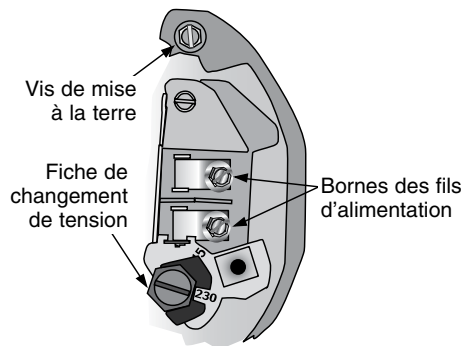

Figure 8 : Tension réglée sur le courant de 230 volts. Sélecteur rotatif
- 5° Démarrer la pompe : elle doit débiter de l'eau dans les 10 minutes qui suivent, ce temps étant fonction de la profondeur jusqu'à l'eau (pas plus de 20 pieds) et de la longueur du tuyau horizontal (tuyau d'aspiration horizontal de 10 pieds = 1 pied d'aspiration vertical à cause de la perte par frottement dans les tuyaux) (Figure 8).